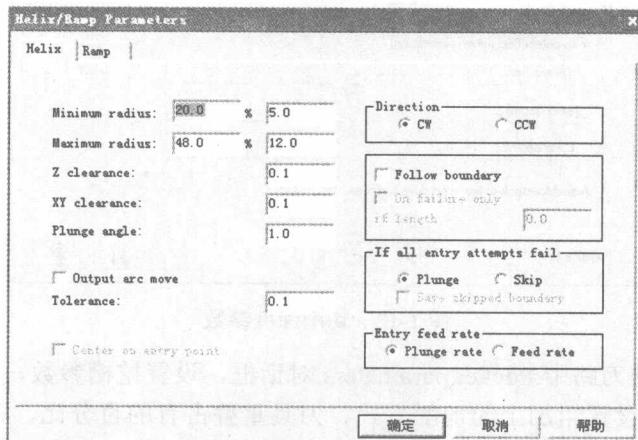

图 1-11 螺旋下刀参数
⑥ 在前模型腔的内部下刀，点选 Entry-Helix，设置螺旋下刀，如图 1-11 所示。